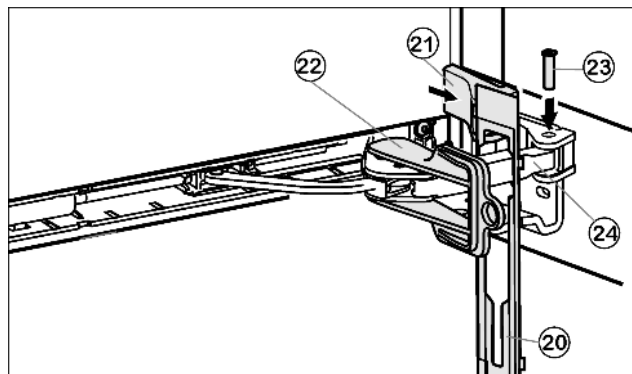

Fig. 14
- ▶ Навесьте накладку Fig. 14 (20) на амортизационную скобу таким образом, чтобы передние защелки показывали вперёд, а передняя сторона была направлена к устройству.
- ▶ Притяните амортизационную скобу Fig. 14 (24) к опорной детали и сверху вставьте палец Fig. 14 (23) таким образом, чтобы квадратная головка сидела в углублении.
- ▶ Установите и защелкните крышку Fig. 14 (21).
- ▶ Выкрутите фиксатор *Fig. 14 (22)*.
- ▶ Защелкните накладку *Fig. 14 (20)* на дверце.